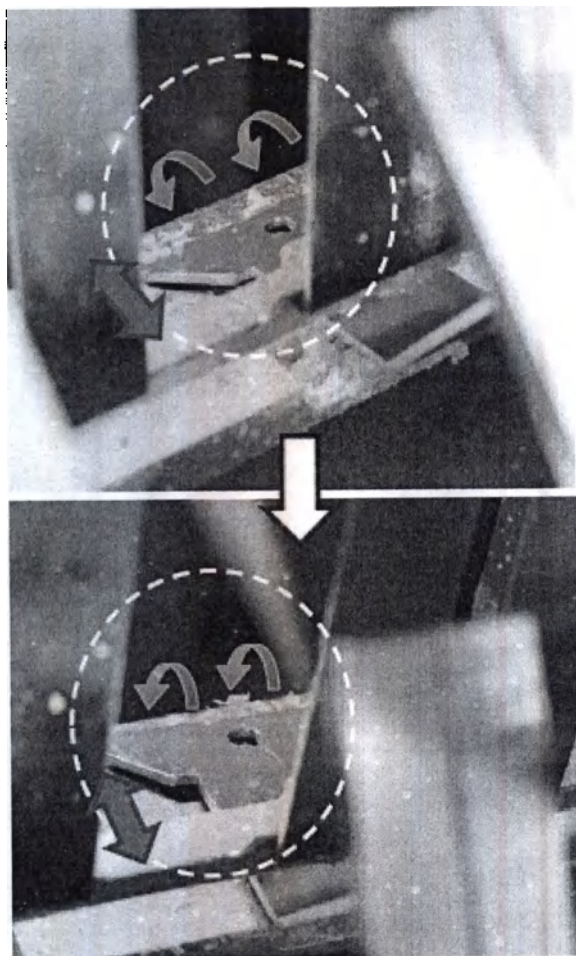

Рисунок 5Q. Очистка области В
4. Для очистки зоны с пометкой В используйте большую головку (сторона В) инструмента в зоне В. Продвигайте инструмент вперед и назад для соскабливания накопившегося в зоне В парафина (рис. 5Q). Соскобленный парафин падает в область базовой формы. (Смотрите раздел Очистка брызговиков и внутренней части).